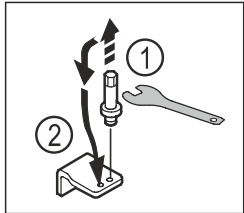

Fig. 18
- Alt yatak mesnedinin pimini 5mm altı köşe lokma anahtarı ile çıkarın. Fig. 18 (1)
- Pimi diğer tarafa takın. Fig. 18 (2)